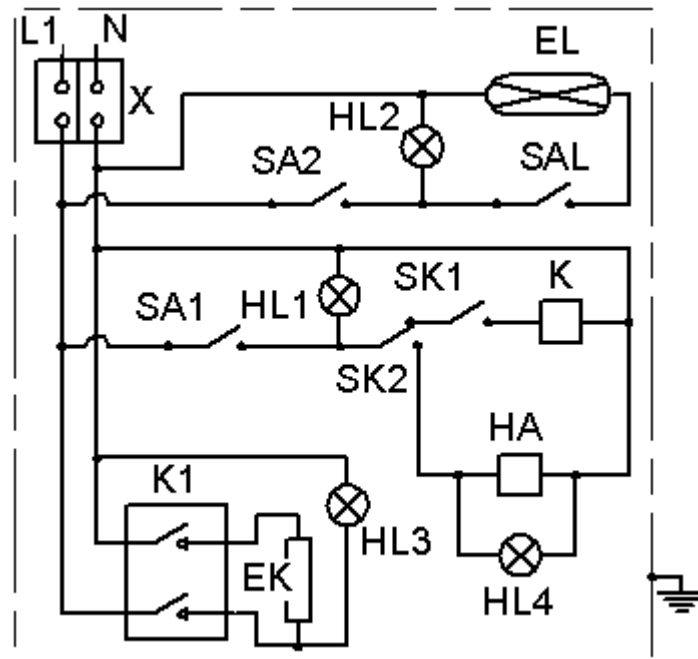

Рис.5
8.5 Схема электрическая принципиальная приведена на рис.5.